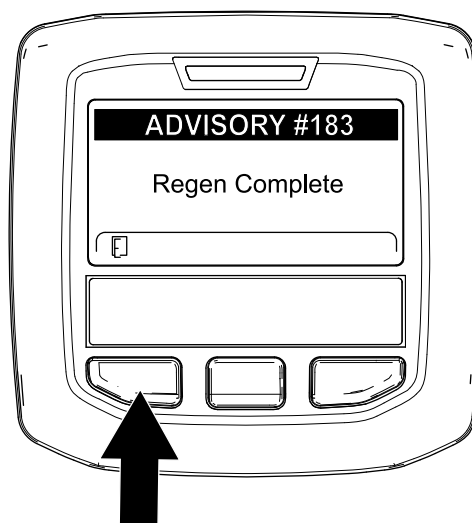

Figura 86
9. Cuando el ordenador del motor finaliza una regeneración con la máquina aparcada o una regeneración de recuperación, el InfoCenter muestra ADVISORY #183 (Aviso n.º 183) (Figura 86). Pulse el botón de la izquierda para salir a la pantalla de inicio.
Nota: Si la regeneración no se realiza correctamente, el InfoCenter muestra Advisory #184 (Aviso n.º 184) (Figura 86). Pulse el botón de la izquierda para salir a la pantalla de inicio.